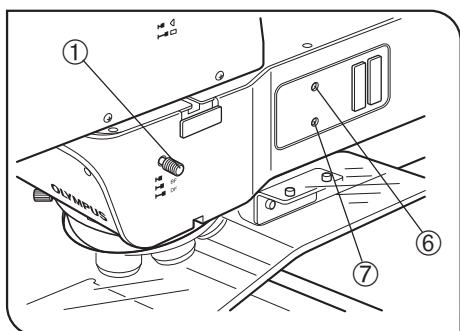
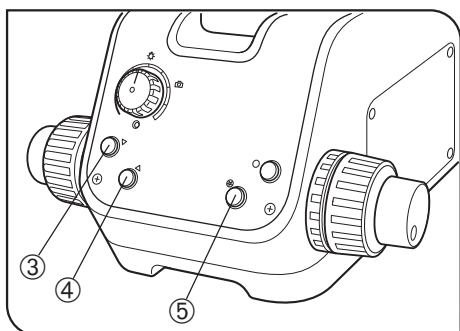

Abb. 27
Abb. 29
(Abb. 27 bis 30)
1. Den Strahlengangwahlschalter ① auf Position „BF“ stellen. (Abb. 27)
2. Die Objektivwahlteile ③ oder ④ drücken (oder den Objektivwechsel über den Handschalter oder den Computer vornehmen), das 10X-Objektiv in den Strahlengang einschieben und das Objekt scharfstellen.
3. Das Okular entfernen, in den Okularstutzen blicken und die Taste zum Öffnen/Schließen der Aperturblende ⑤ drücken, bis das Bild der Aperturblende zu sehen ist. (Abb. 29)
4. Falls die Aperturblende dezentriert ist, die Feststellschraube der Aperturblende ② mit dem Sechskant-Schraubendreher, der mit dem Mikroskop geliefert wurde, lösen (eine oder zwei Umdrehungen). Anschließend den Sechskant-Schraubendreher in die Zentrierschrauben der Aperturblende ⑥/⑦ einführen und die Schrauben drehen, um die Blende zu zentrieren.
5. Die Feststellschraube der Aperturblende ② anziehen.